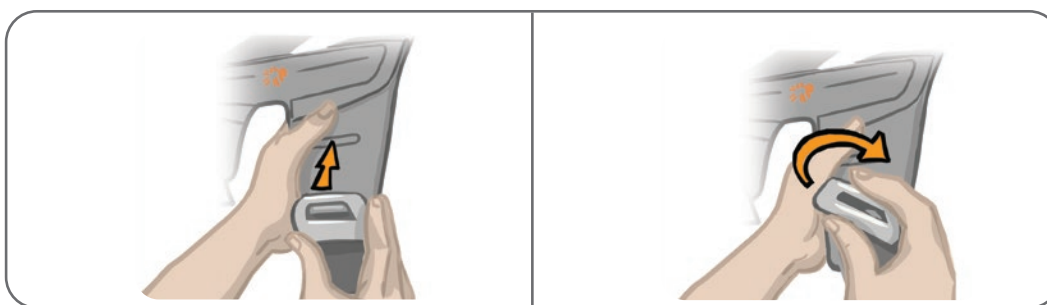

Figura 11-13: Reatașarea benzilor pentru coapsă
2. Împingeți catarama benzii cu degetele mari către bandă (dinspre jambiera Thigh). Consultați Figura 11-13. Catarama benzii se va fixa în cârligul de pe panoul jambierei Thigh.